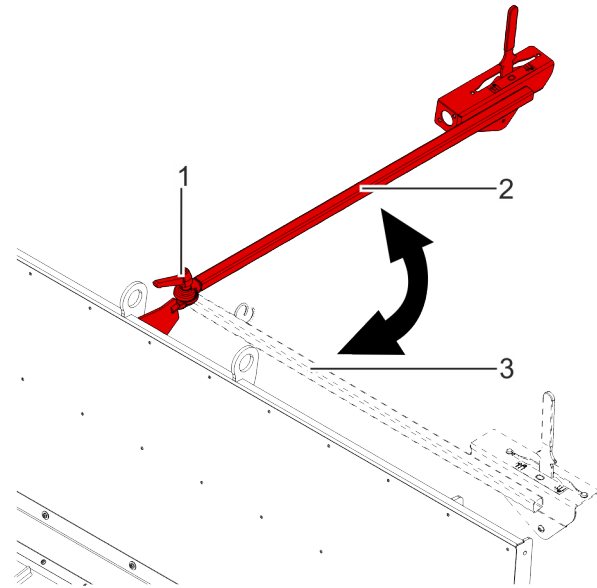

Abb. 36: Konsole für den Schalthebel ein-/ausklappen
1. ▶ Klemmhebel der Konsole für den Schalthebel (Abb. 36/1) lösen.
2. ▶ Konsole für den Schalthebel in die gewünschte Position (Abb. 36/2) ausklappen.
3. ▶ Klemmhebel der Konsole für den Schalthebel (Abb. 36/1) festziehen.
4. ▶ Bei Transport oder Nichtbenutzung Konsole für den Schalthebel in Parkstellung (Abb. 36/3) einklappen.